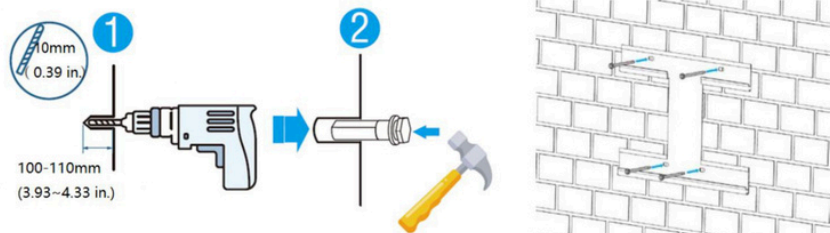

Figura 5-1
b) Alegeți capul de foraj recomandat (așa cum se arată în Figura 5-1) pentru a găuri 4 găuri pe perete, adâncime de 100 mm-110 mm.
c) Utilizați un ciocan adecvat pentru a fixa placa de suspendare pe perete, fixați șurubul de expansiune (M6*100) în găuri, așa cum se arată în Figura 5-1.